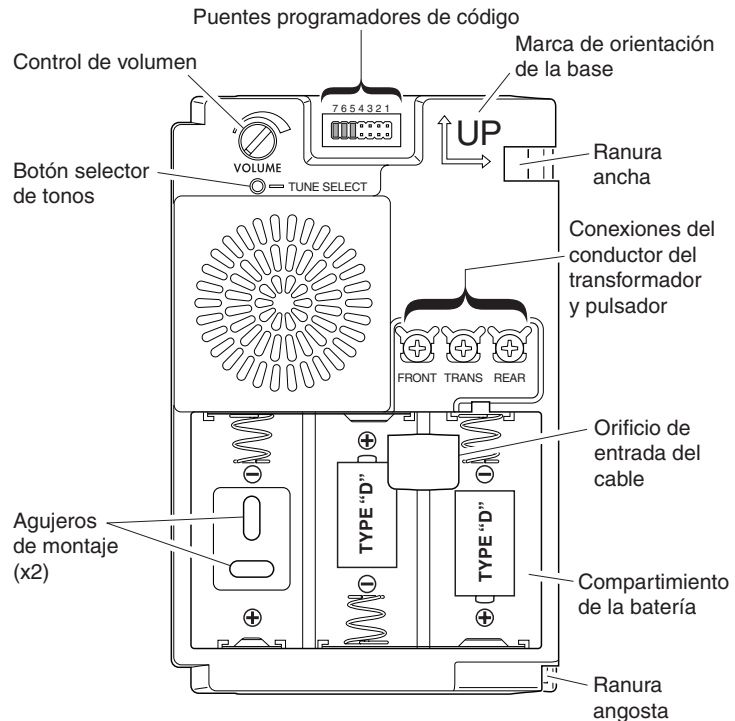

Figura 3
6. Determine la orientación correcta de la base de la campana (una flecha debe apuntar hacia arriba). El estilo de tapa de la campanilla puede determinar la orientación (vea la Figura 3).